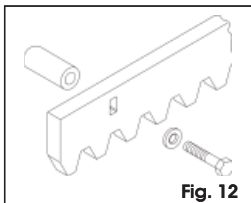

Fig. 12
5.4.2. CRÉMAILLÈRE À VISSER EN ACIER (Fig. 12)